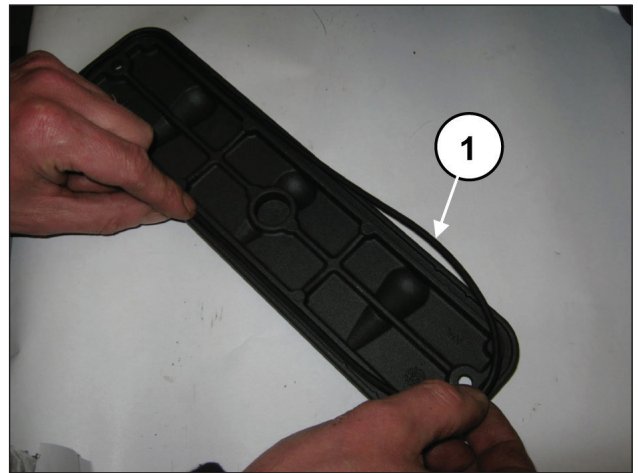
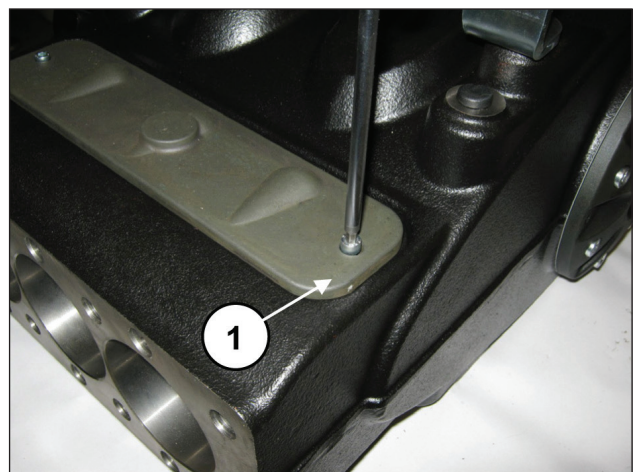

图 93
图 94
用O形圈套在检测盖上 (①, 图 93)，并通过2个M6x14螺栓 (①, 图 94)和2个M6x40螺栓固定。利用扭力扳手调节螺栓，如第3章“螺栓紧固的调节”所述。